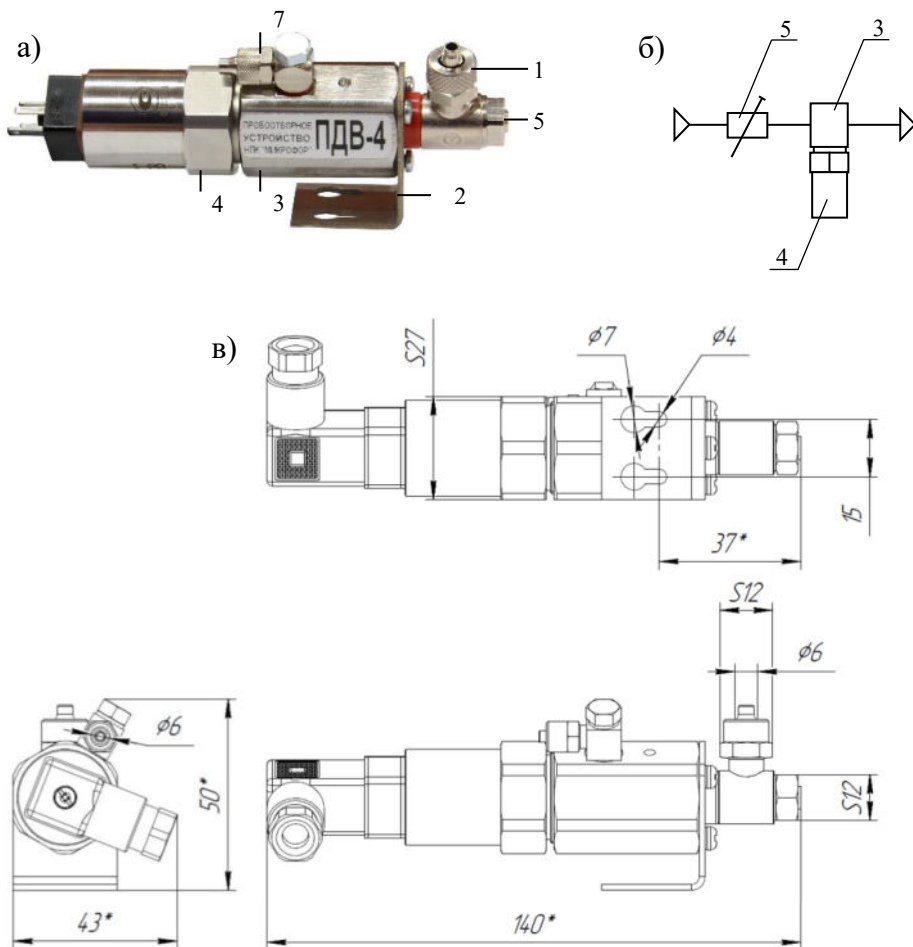

Рис.4. а) внешний вид, в) принципиальная пневматическая схема,
2.7. Проточная камера пробоотборного устройства **ПДВ-4** (рис.4) имеет **на входе** регулируемый дроссель для установки расхода газа, рассчитанный на давление не более 1 МПа. Регулировка осуществляется плоской отверткой.